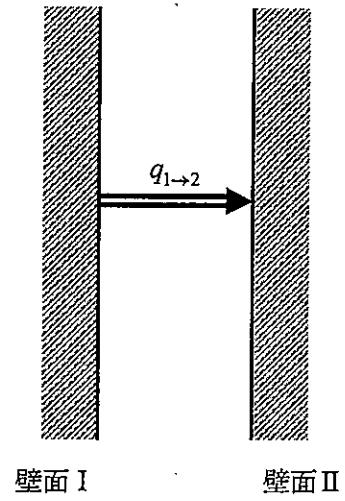
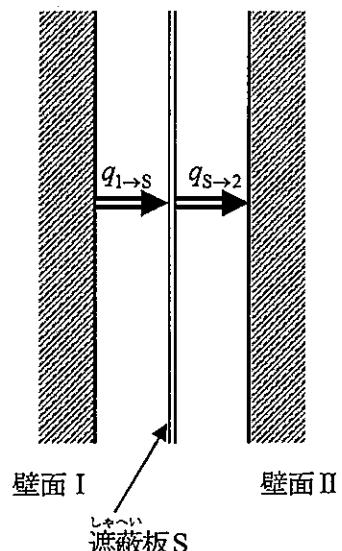

図2
図3
- 1) 図2のように十分に大きな二つの壁面が向き合っており、壁面I(温度 T_1 、射出率 ε_1)から壁面II(温度 T_2 、射出率 ε_2)へ放射により熱が伝えられている(ただし、 $T_1 > T_2$)。二つの壁面の間隔が狭く、電磁波が漏れ出さないものとするとき、壁面Iから壁面IIへの単位時間、単位面積当たりの放射伝熱量 $q_{1 \rightarrow 2}$ は σ をステファン・ボルツマン定数として①式で表される。
- 2) 図3のように、図2の二つの壁面(射出率は両面とも ε)間に